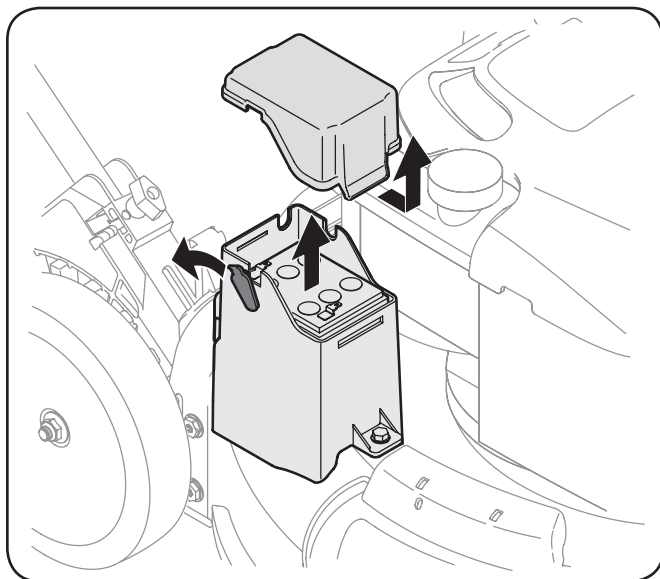

Figure 7-2
2. Débranchez le câble positif et le câble négatif de la batterie, puis soulevez la batterie pour la retirer de l'appareil. Voir Figure 7-2.